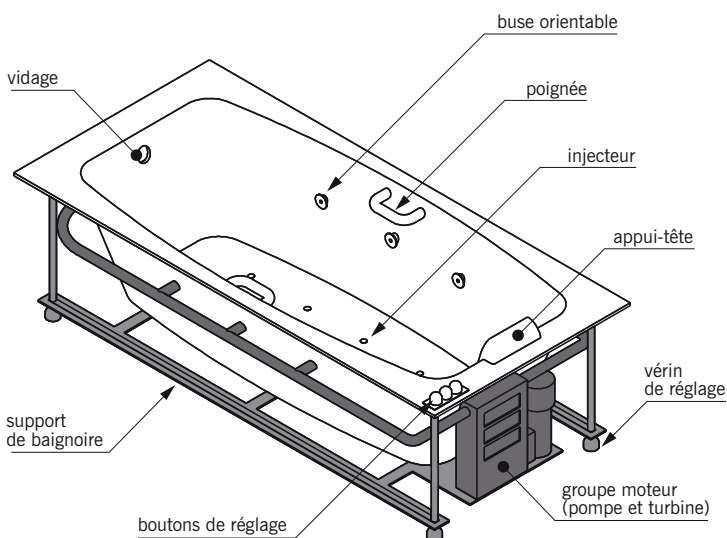

fig. 14.17
■ La **baignoire de balnéothérapie** : baignoire équipée de jets et d'un système de brassage d'air et/ou d'eau qui crée un bain bouillonnant. Il existe trois procédés de balnéothérapie (fig. 14.17) :